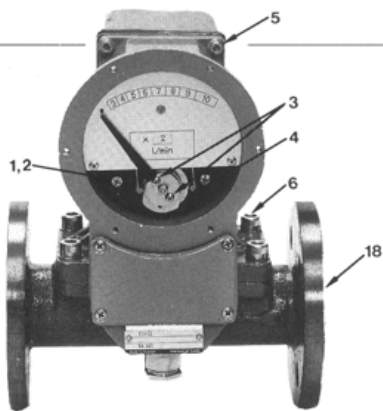

Bild 4
Änderung der Einstellung für den Kontaktwechsel Siehe Bild 4, 6 und 8.
1. Drehung der Anzeigevorrichtung. Siehe Bild 4. (um die Anzeigevorrichtung in die vertikale Lage zu bringen).
2. Drehung des Drosselflanschgehäuses. Siehe Bild 4. (bei einer entgegengesetzten Strömungsrichtung, als bei der Bestellung angegeben).